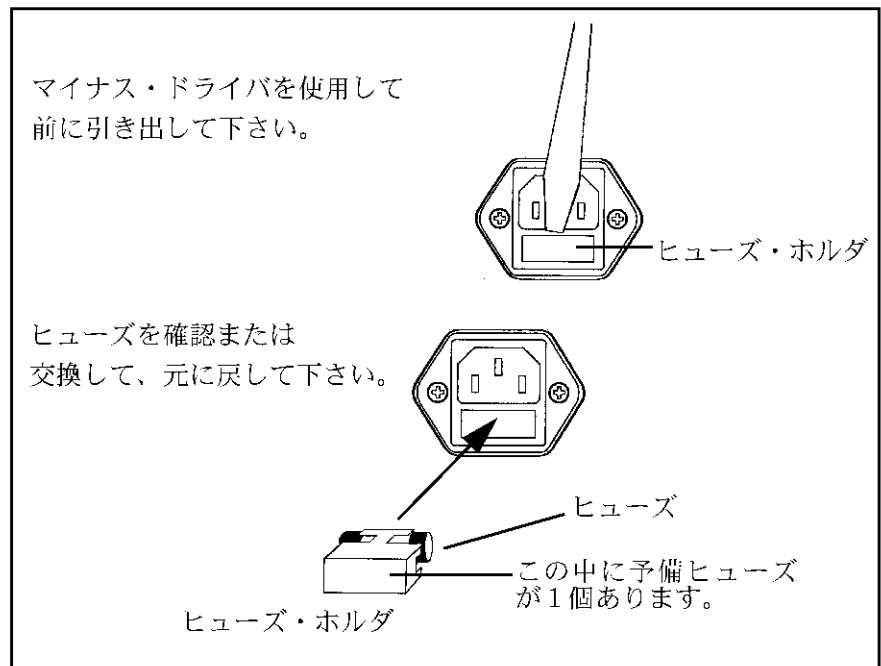

図 1-2 AC 電源ヒューズの確認または交換
3. 図 1-2 の手順で AC 電源用ヒューズ・ホルダを取り出します。